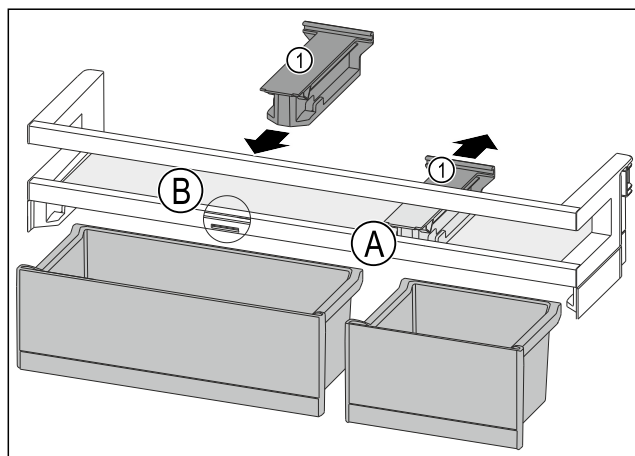

Fig. 142
- ▶ Снимите крепление Fig. 142 (1) в позиции Fig. 142 (A), отодвинув его назад.
- ▶ Установите крепление Fig. 142 (1) в позиции Fig. 142 (B).